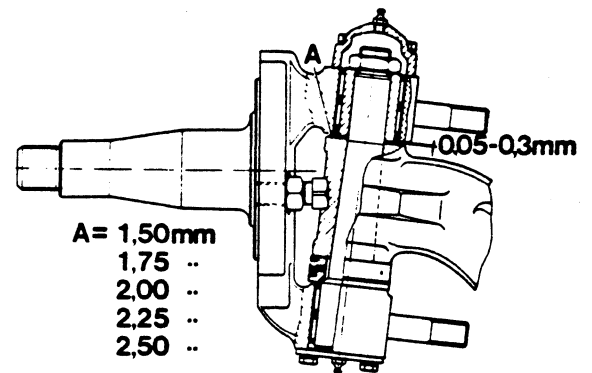

Fig. 20
7. De in Fig. 20 aangegeven speling wordt ingesteld met vulring A. De dikte van deze ring kan berekend worden m.b.v. de getoonde formule.